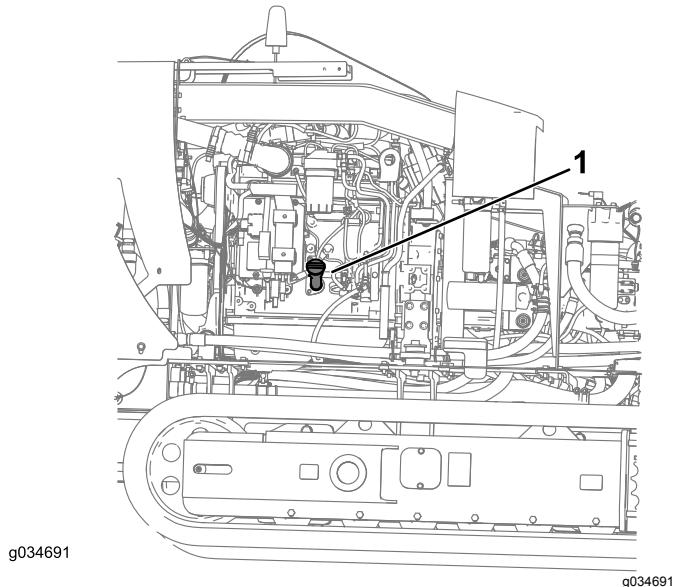

Рисунок 92
- A. Снимите крышку заливной горловины (Рисунок 92) и добавьте масло, пока его уровень не достигнет отметки High (Высокий). **Не допускайте переполнения.**